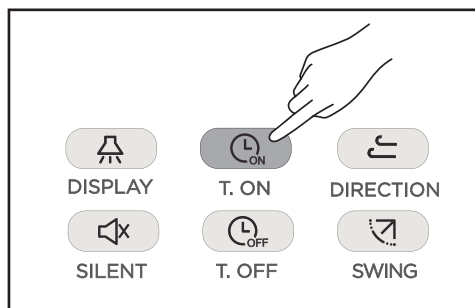

Figura 3.14
- Pressione  (consulte a Figura 3.14) e o controle remoto exibirá “Timer On” (Temporizador ligado), e “0.0h Later On” (0,0h mais tarde ligado) aparecerá na área do temporizador. Ajuste a configuração do temporizador ligado agora;